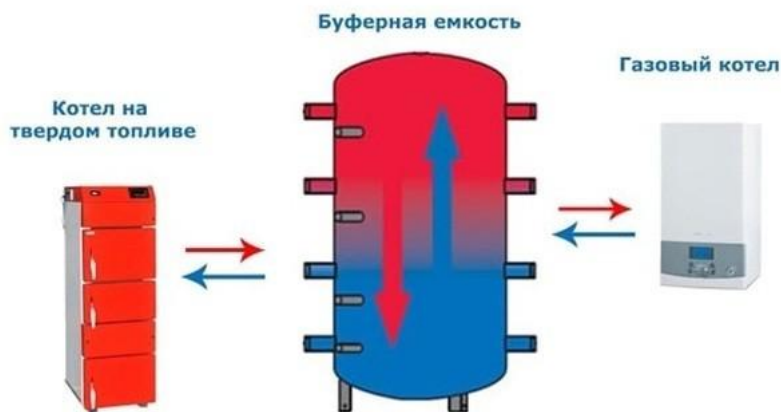

Рис. 2.7 Об'єднання котлів через проміжний теплообмінник
4. Ще одним варіантом успішного об'єднання котлів є використання проміжного теплообмінника (Рис. 2.7). Тут відкритий контур з розширювальним баком відокремлений від загального контуру системи опалення, а вода, нагріта твердопаливним котлом, циркулює через теплообмінник і віддає тепло воді в закритому контурі системи.